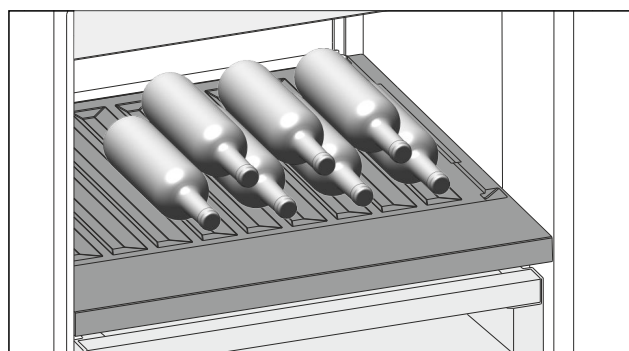

Fig. 146 Représentation à titre d'exemple
- Placer les bouteilles avec le fond orienté vers la paroi arrière de l'appareil. (voir Fig. 146)